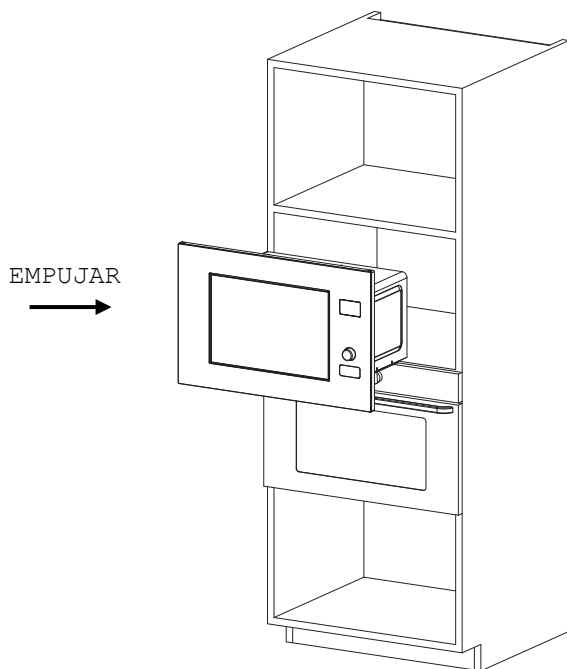

Fig. 1
② INSTALACIÓN:
a) Coloque el horno de microondas en el armario empotrado y empujelo hacia delante hasta el final. (Fig. 1)